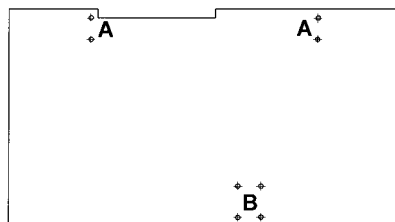

fig. 5 Banco di lavoro - veduta da sopra
! I fori di fissaggio sono già sgrassati (↓ si veda fig. 5, A).
- Fissare la morsa per mezzo delle presenti viti sul banco di lavoro (↑ si veda fig. 5, B).
! I fori di fissaggio sono già sgrassati (↑ si veda fig. 5, B).